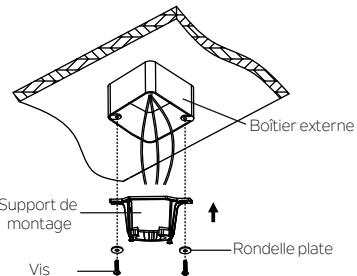

Fig. 5
**Étape 1 .** Avant de fixer le ventilateur au boîtier externe (non fourni), assurez-vous que le boîtier externe est solidement fixé à au moins deux points d'un élément de plafond structurel (une boîte libre fera vaciller le ventilateur). Faites passer les fils d'alimentation de 120 volts du boîtier de sortie au plafond par le centre du support de montage au plafond. Installez le support de montage du boîtier externe dans le plafond à l'aide des vis et des rondelles fournies avec le boîtier externe. (Fig. 5)